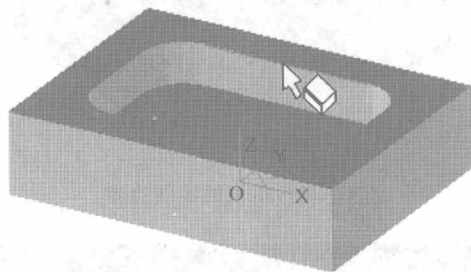

图 1-15 拾取型腔上沿边界线
(1) 单击“真实感显示”图标 →单击“相关线”图标 →在立即菜单中选取【实体边界】→依次拾取图 1-15 所示的型腔上沿边界线, 结果如图 1-16 所示;
(2) 单击主菜单中【加工(N)]→【定义毛坯(S)]→单击对话框中“参照模型”四个字→单击【参照模型】按钮→单击【确定】按钮, 屏幕上出现以蓝色边框表示的毛坯;